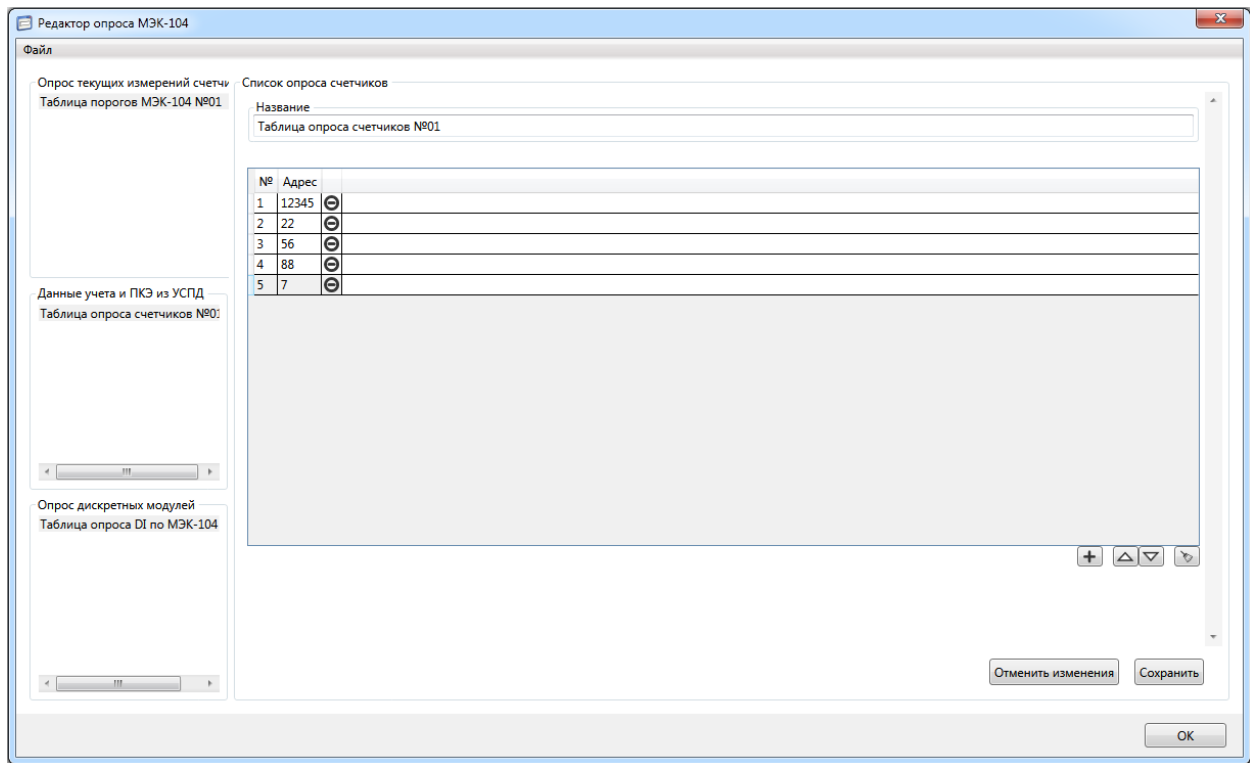

Рисунок 8.29 – Окно редактора опроса данных учета и ПКЭ из УСПД
- в таблице данных учета и ПКЭ из УСПД (рисунок 8.29) добавить адреса счетчиков, нажимая на кнопку  и заполняя ячейки столбца *Адрес*. Для удаления счетчика из таблицы необходимо нажать на значок . Используя блок кнопок под таблицей , можно менять порядок следования счетчиков в таблице;